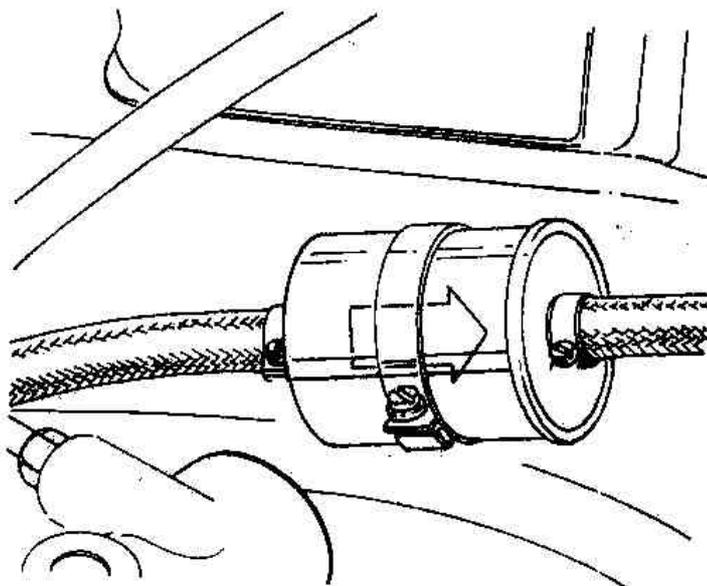

Рис. 3.8. Фильтр тонкой очистки топлива (стрелка указывает направление потока) (Разд. 12)
1. Ослабьте два хомута и снимите со штуцеров фильтра подводящий и отводящий шланг. Заткните концы шлангов, чтобы предотвратить попадание грязи в систему питания или потерю бензина. Извлеките фильтр (Рис. 3.8).